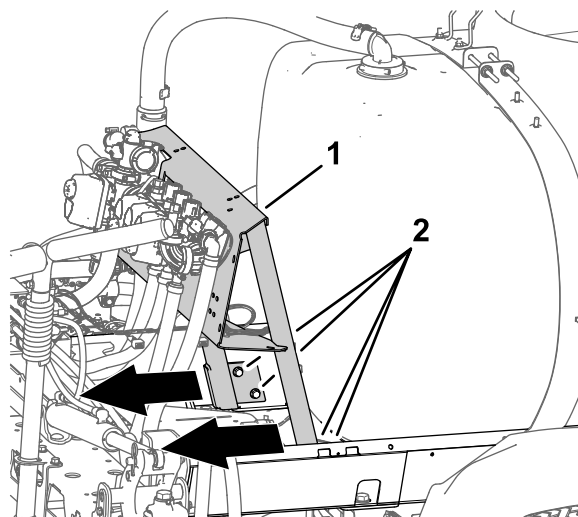

Рисунок 11
1. Ослабьте 4 болта с фланцевыми головками (3/8 x 1 дюйм) и 4 фланцевые контргайки (3/8 дюйма), которые крепят опору крепления клапана к раме бака (Рисунок 11).
2. Сдвиньте опору крепления клапана назад (Рисунок 11).